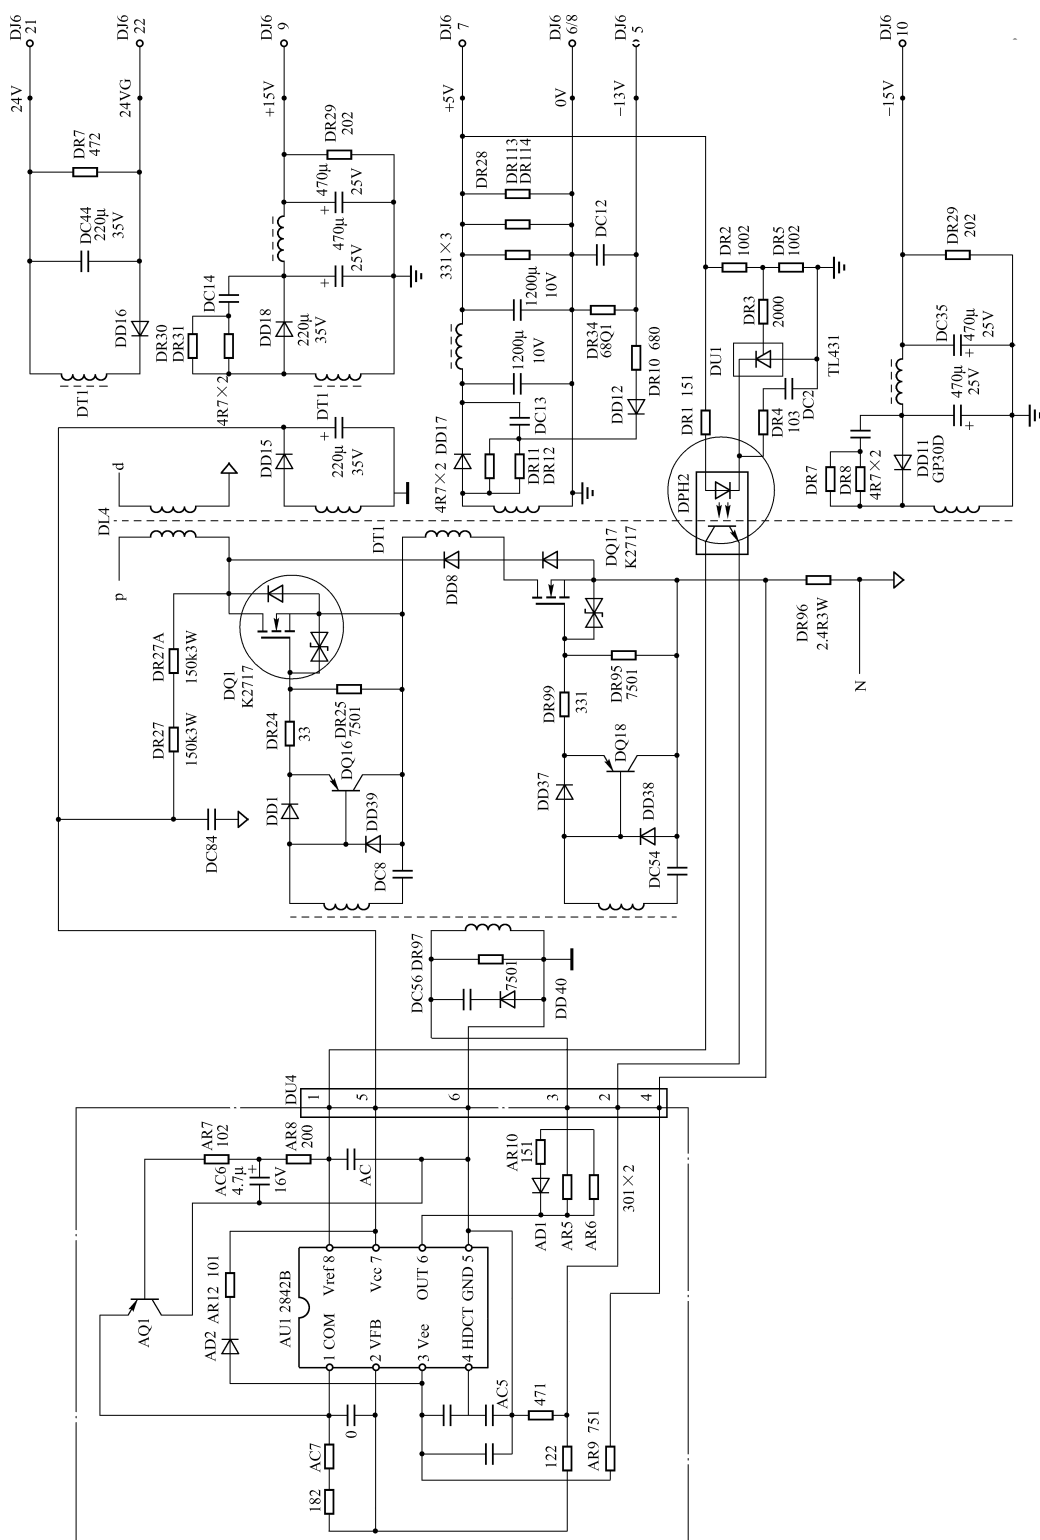

图2-11 某品牌开关电源电路
(3) 变频器开关电源电路的实例。下面就以某品牌开关电源电路为例介绍变频器开关电源电路原理，如图 2-11 所示。